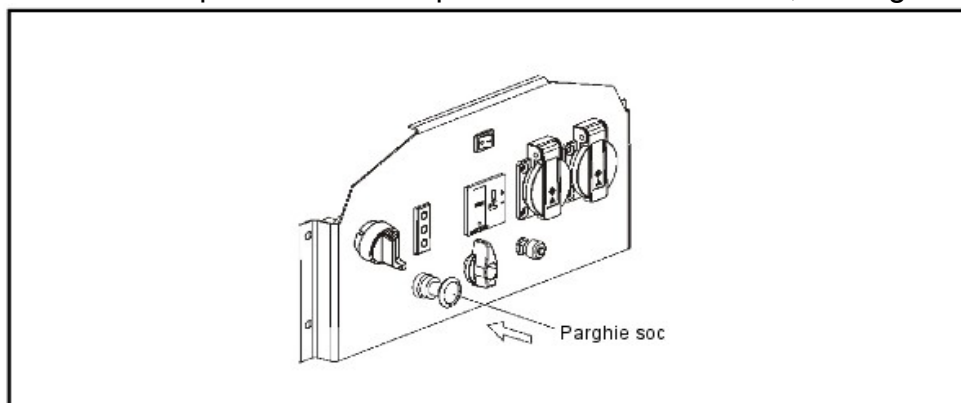

Fig. 10
4.5. Mutati socul în poziția OPEN după ce motorul s-a încălzit, vezi fig. 10.